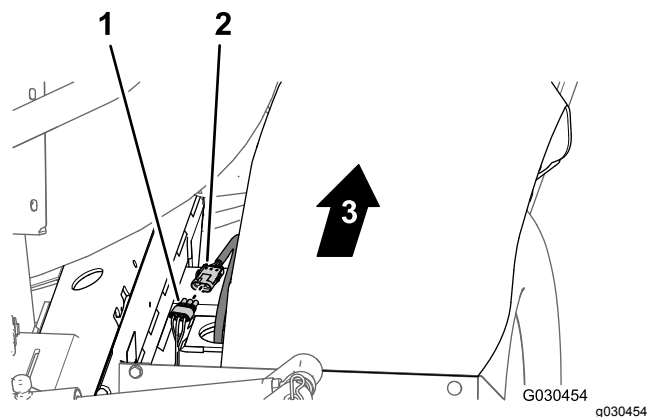

Рисунок 54
- В задней части машины (между правой трубой рамы и правым крылом) отсоедините 3-штыревой разъем жгута проводов датчика скорости на правом тяговом гидромоторе от 3-гнездового разъема (без маркировки) главного заднего жгута проводов (Рисунок 54).